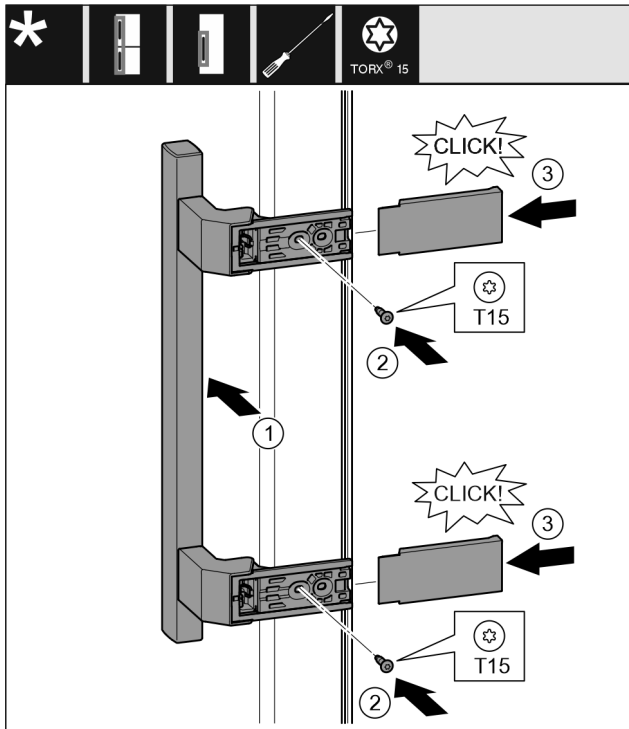

Fig. 12
- ▶ Breng het handvat aan de andere kant aan. Fig. 12 (1)
- ▶ Schroeven met schroevendraaier T15 vastschroeven. Fig. 12 (2)
- ▶ Plaats de afdekkingen op de zijkanten en schuif ze erop. Fig. 12 (3)